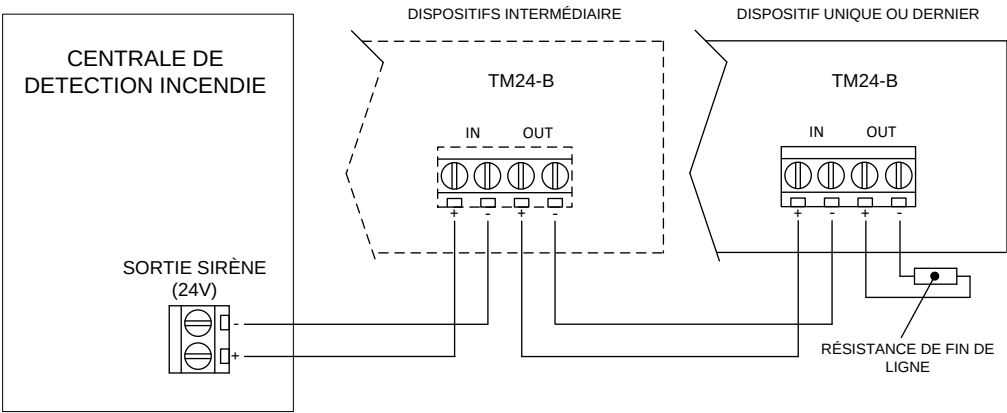

Figure 4 - Connexions électriques - Sortie sirène avec un ou plusieurs dispositifs sonores
- Connectez le dispositif TM24-B selon les schémas illustrés dans la *figure 4*.